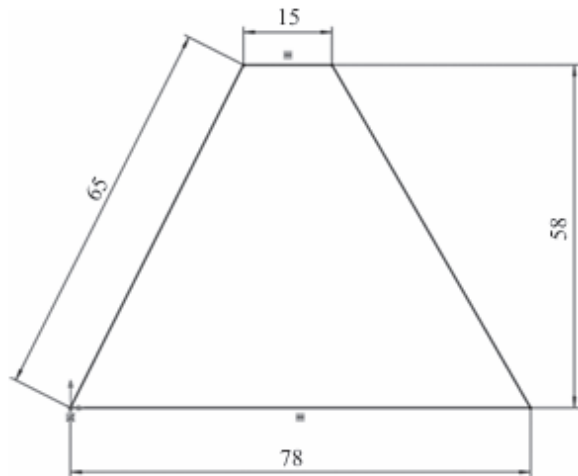

图 1-46 草图完全约束
(3) 继续标注尺寸，将草图尺寸标注完整，达到完全约束状态，如图1-46所示。
(4) 草图绘制完成后，单击【草图确认角】中的【保存并退出】，保存并退出草图。